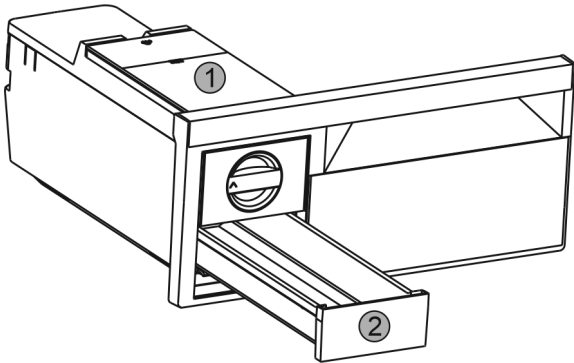

Fig. 64
- ▶ Wassertank Fig. 64 (1) und Eiswürfel-Schubfach Fig. 64 (2) entnehmen.